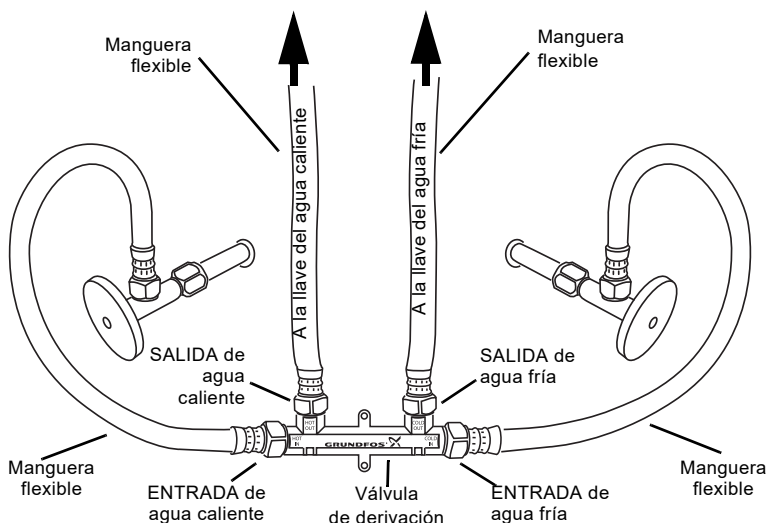

Fig. 5 Conexión de la válvula de derivación, las mangueras flexibles y los conectores
1. Conecte las mangueras flexibles a los puertos de la válvula de derivación con las marcas "HOT OUT" (Salida de agua caliente) y "COLD OUT" (Salida de agua fría). Consulte la fig. 5.
2. Conecte las mangueras flexibles a los puertos de la válvula de derivación con las marcas "HOT IN" (Entrada de agua caliente) y "COLD IN" (Entrada de agua fría). Consulte la fig. 5.
3. Conecte el conector para manguera del puerto "HOT OUT" (Salida de agua caliente) de la válvula de derivación al lado izquierdo de la llave. Consulte la fig. 5. Si se conecta a un accesorio de 3/8", use adaptadores. Los adaptadores se incluyen con las bombas con un código de fecha de producción de 1841 [PC (año) (semana)] o posterior en la placa de datos de la bomba.
5. llave. Consulte la fig. 5. Si se conecta a un accesorio de 3/8", use adaptadores. Los adaptadores se incluyen con las bombas con un código de fecha de producción de 1841 [PC (año) (semana)] o posterior en la placa de datos de la bomba.
5. Conecte el conector para manguera del puerto "HOT IN" (Entrada de agua caliente) de la válvula de derivación a la válvula de corte en ángulo del lado izquierdo. Consulte la fig. 5.
6. Conecte el conector para manguera del puerto "COLD IN" (Entrada de agua fría) de la válvula de derivación a la válvula de corte en ángulo del lado derecho. Consulte la fig. 5.